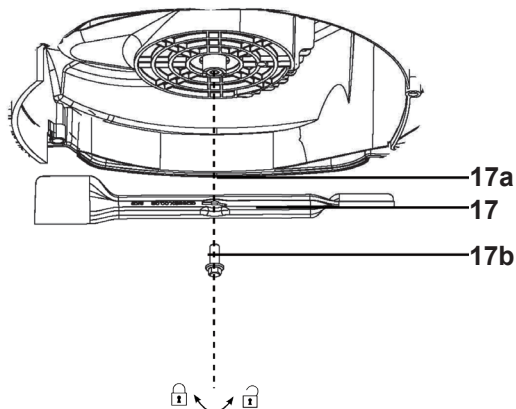

Fig. 15
1. Mantenga la parte inferior y el dispositivo de corte (17) limpios y sin residuos. Quite los recortes de la tolva de descarga (18).
3. Mantenga las cuchillas (17) afiladas para asegurar un buen rendimiento de corte. Si el dispositivo de corte está desgastado o dañado, cámbielo por uno nuevo del mismo tipo, o llévelo a un especialista cualificado para que lo afile.
4. Afloje el tornillo (17b) en sentido antihorario con una llave adecuada, y quítelo junto con el dispositivo de corte (17) (fig. 15).
6. Vuelva a instalar el dispositivo de corte (17) en el husillo (17a), con cuidado de alinearlos correctamente. A continuación, vuelva a apretar el tornillo de sujeción. El par de apriete debería ser aproximadamente 25 N m.
8. Lubrique el dispositivo de corte (17) después de cada uso para prolongar la vida útil del dispositivo y del producto. Aplique aceite para máquinas ligero a lo largo del borde del dispositivo de corte.